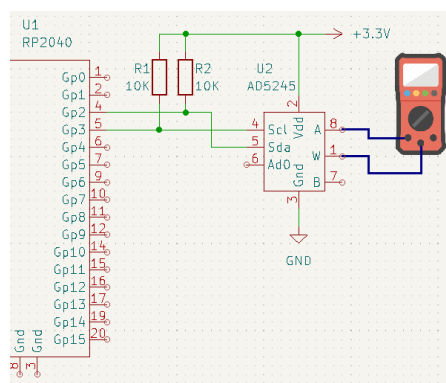

Figura 25
- R_w = Resistenza del terminale che è di 50Ω (che son 2 **a** (o **b**) e **w** come vedrai in **Figura 25**).
Lo schema elettrico che seguirai per il prossimo esempio fa capo alla **Figura 25** qui sotto, dove porrai il tuo multimetro su Ohm, e collegherai i puntali sui terminali **W** ed **A**, perché andrai a misurare la sua resistenza e la variazione di essa, poi spetta a te trovare un'applicazione con cui sfruttare al meglio questo dispositivo.
Nel programma che ti propongo di seguito, come puoi osservare in **Figura 25**, utilizzo solo l'uscita **W** e **A**, e le istruzioni per essa, ma tu potresti usare **W** e **B** niente paura esistono anche quelle e son del tutto identiche a quelle che vedrai di seguito. Ecco il programma:
Lo schema che adotterai è il seguente e come quello in **Figura 25**, avrà solo scopo illustrativo senza una reale applicazione: